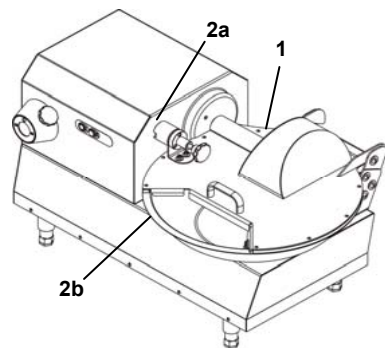

Рис. 1.8.1
- Служит для предотвращения случайного контакта рук с инструментами. Рис. 1.8.1
- Микропереключатели (Рис. 1.8.1):